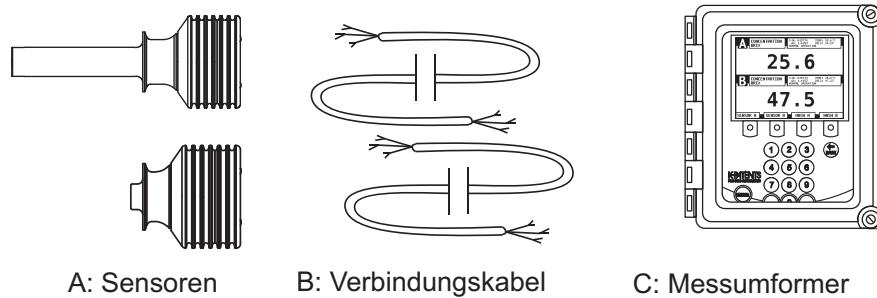

Abbildung 1.1 Refraktometerkomponenten
Der Sensor des Inline-Refraktometers (A in der Abbildung 1.1) misst den Brechungsindex n_D und die Temperatur des Prozessmediums. Diese Informationen werden über das Verbindungskabel (B) an den Messumformer (C) gesendet. Der Messumformer DTR berechnet die Konzentration der Prozessflüssigkeit auf der Grundlage des Brechungsindexes und der Temperatur. Dabei werden vordefinierte Prozessbedingungen zugrunde gelegt. Der Ausgang des DTR ist ein 4-20 mA Gleichstromsignal proportional zur Konzentration der Prozesslösung. Die Prozessdaten können auch über ein Ethernet-Kabel auf einen Computer geladen werden.